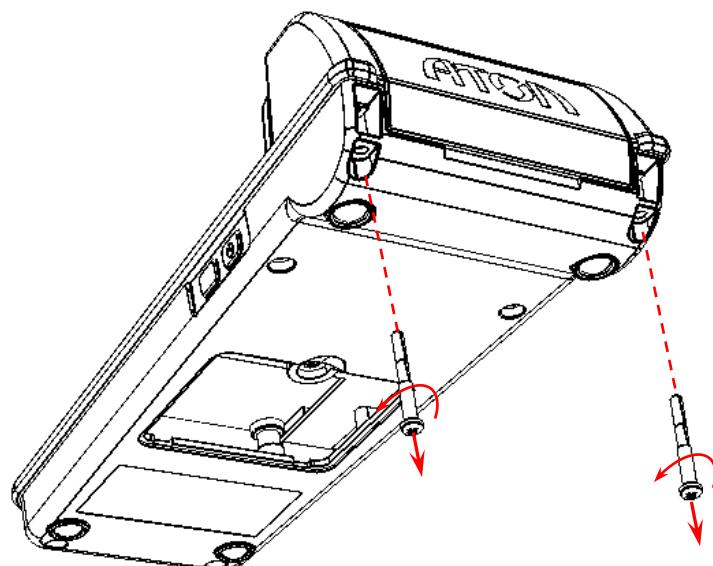

Рисунок 18. Демонтаж корпуса (открутить винты в нижней части корпуса)
- 5.2. Затем открутить два винта, расположенные в нижней части корпуса (см. рисунок 18).